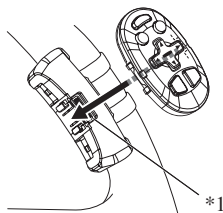

Fig. 18
5. Instale el control remoto en el soporte. (Fig. 18)